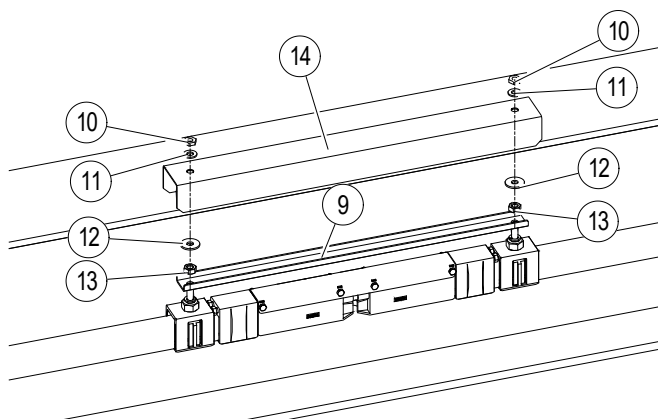

Abb. 96: Überbrückungsblech montieren
- Das Überbrückungsblech (Pos. 9) über den Bolzen des Schienenhalters führen die Mutter M10 (Pos. 13) mit dem vorgeschriebenen Drehmoment (SW 17, Drehmomentschlüssel: **14 Nm**) anziehen. Die Abdeckung (Pos. 14) mithilfe der Befestigungselemente, bestehend aus Scheibe DIN 9021 (Pos. 12), Scheibe DIN 125 (Pos. 11) und Sechskantmutter M10 (Pos. 10) mit dem vorgeschriebenen Drehmoment (SW 17, Drehmomentschlüssel: **8 Nm**) anziehen. Zusätzlich die Sechskantmutter M10 (Pos. 10) mit Loctite sichern (siehe Abb. 96).